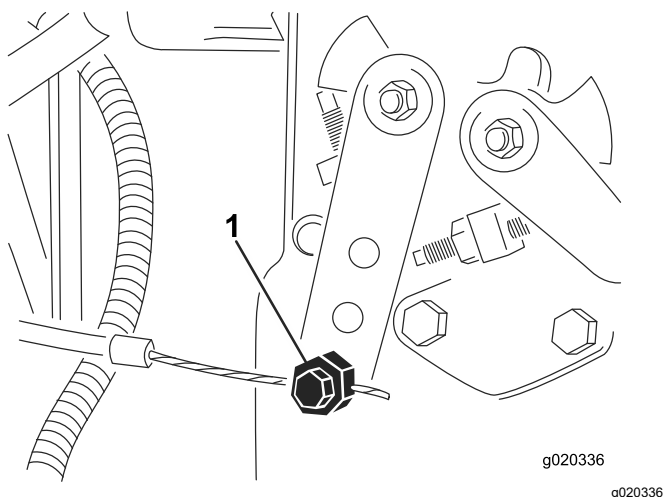

Figura 90
4. Allentate il raccordo del cavo dell'acceleratore sulla leva della pompa di iniezione (**Figura 90**).